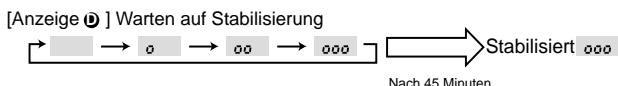

Fig. 8-3
③ Drücken Sie zur Bestätigung der Einstellung die **FILTER** (→)-Taste. (Fig. 8-3)